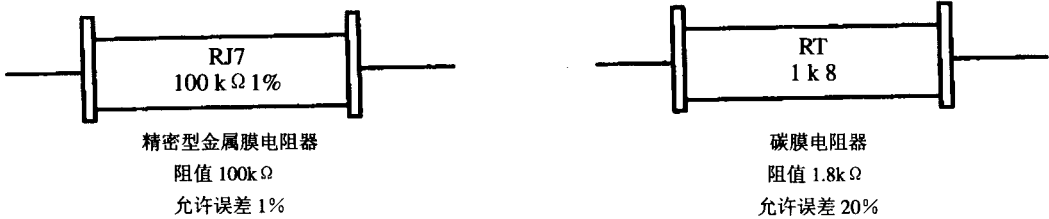

图 1.2 直接标志示意图
(1) 直接标志法。直接标志法是指将电阻器的主要参数和技术性能指标直接印制在电阻器表面上。它适用于体积较大（大功率）的电阻。使用时，可从电阻器表面直接读出它的电阻值及允许误差，如图 1.2 所示。